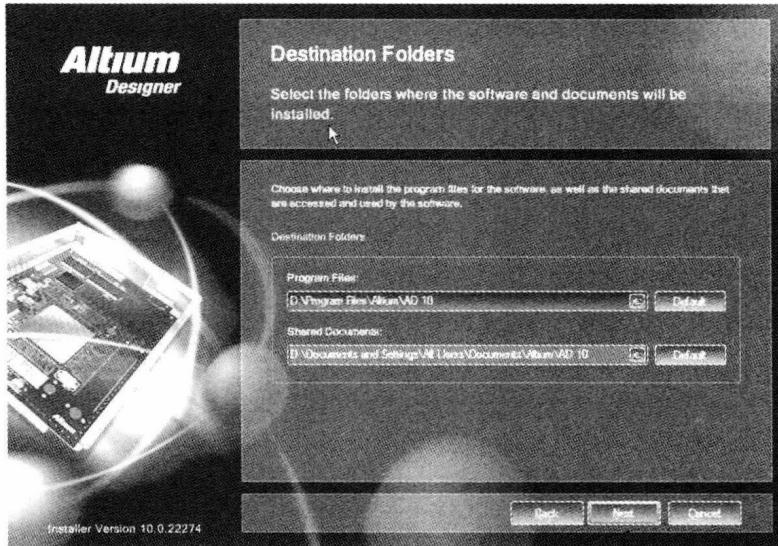

图 1-5 选择目标路径
**步骤 06** 单击 Next 按钮，选择安装程序到哪个文件夹（即安装的目标文件夹，默认 C 盘），用户可以选择 D 盘，其他的路径不变，如图 1-5 所示。